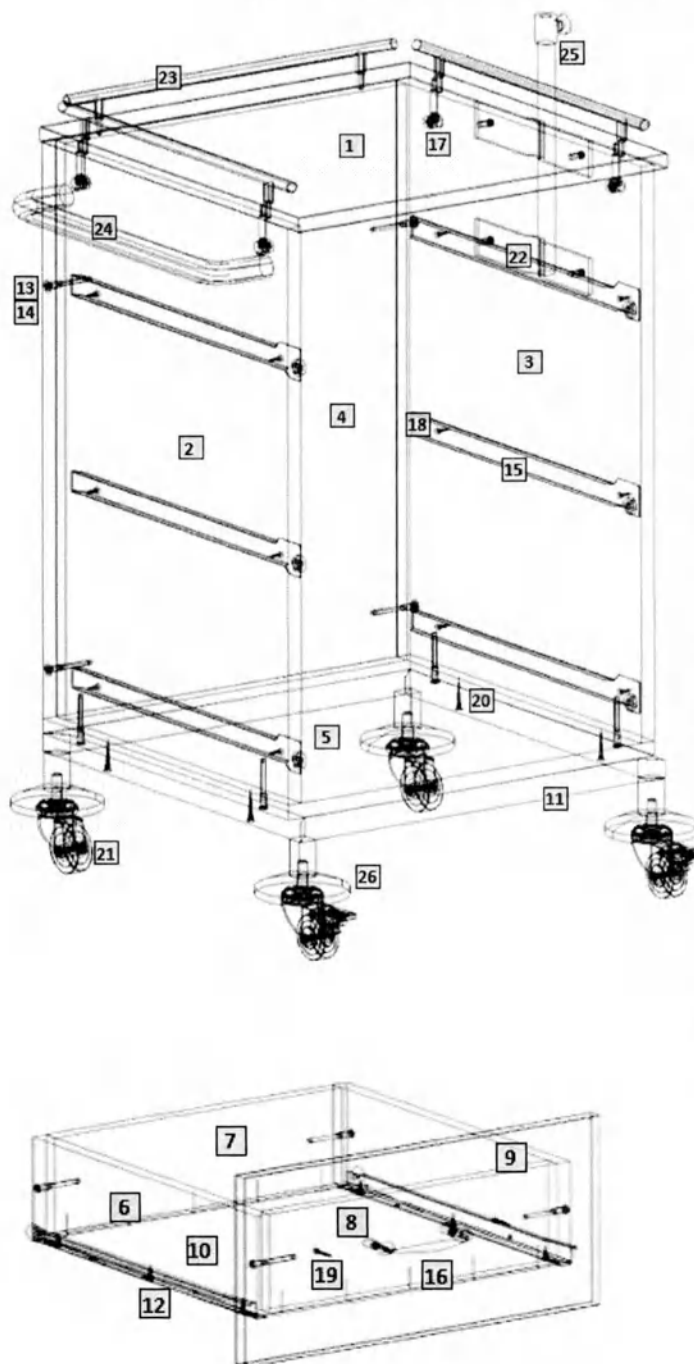

Рис.1
- 1) Внимательно ознакомьтесь со схемой сборки, изображенной на рис.1, сверяясь со спецификацией на изделие. Согласно схеме и спецификации определите расположение деталей в изделии и порядок их сборки. Сборка производится на ровном полу, укрытом материалом, предотвращающим повреждение покрытия пола и деталей мебели. Подготовьте необходимые для сборки инструменты – плоскую и крестовую отвертки, молоток, рулетку или линейку.
- 2) На вертикальных боковых стенках (4,5) установите цилиндрические части эксцентриковых стяжек (17) в предназначенные для них отверстия. На крышке (2) установите штоки эксцентриковых стяжек (17), вертикальную стенку (3) и ограждения (23) (при необходимости).
- 3) Евровинтами (11), как показано на рис.1, соедините вертикальные боковые стенки (4,5) с горизонтальными стенками (6,7). Установите крышку (2). Затяжка соединения производится путём поворота эксцентриков до упора в направлении стрелки, выштампованной на корпусе стяжки. Евровинтами (11) установите бортик (1). На видимые головки евровинтов и эксцентриков установите заглушки (12 и 13).
- 4) При помощи винтов 6,3x13 закрепите на боковых стенках тумбы ручку для перемещения (23) (при необходимости) и держатель штатива (21) (при необходимости). Шурупами 4x35 19 соедините каркас тумбы с металлическим основанием (10).
- 5) На двери (8) шурупами 4x16 (18) закрепите петли (14); установите ручку (16). Дверь закрепите к боковой стенке тумбы шурупами. При необходимости отрегулируйте положение двери винтами петель. Установите полку (9) на полкодержатели (15).
- 6) В металлическом основании (10) установить колеса (20) и бамперы (25) (при необходимости).
- 7) При необходимости установки штатива с держателем, установить штатив (24) в закрепленный на боковой стенке тумбы держатель (21).
- 1) Внимательно ознакомьтесь со схемой сборки, изображённой на рис.1, сверяясь со спецификацией на изделие. Согласно схеме и спецификации определите расположение деталей в изделии и порядок их сборки. Сборка производится на ровном полу, укрытом материалом, предотвращающим повреждение покрытия пола и деталей мебели. Подготовьте необходимые для сборки инструменты – плоскую и крестовую отвёртки, молоток, рулетку или линейку.
- 2) На вертикальных боковых стенках (2 и 3) установите цилиндрические части эксцентриковых стяжек (17) в предназначенные для них отверстия; шурупами 4x16 (18) закрепите J-образные части роликовых направляющих (15). На крышке 1 установите штоки эксцентриковых стяжек (17) и ограждения (23) (при необходимости).
- 3) Евровинтами (13), как показано на рис.1, соедините вертикальные стенки (2 и 3) с горизонтальной стенкой (5). Установите крышку (1). Затяжка соединения производится путём поворота стяжек эксцентриковых (17) до упора в направлении стрелки, выштампованной на корпусе стяжки. На видимые головки евровинтов (13) установите заглушки (14).
- 4) При помощи винтов 6,3x13 закрепите на боковых стенках тумбы ручку для перемещения (24) (при необходимости) и держатель штатива (22) (при необходимости). Шурупами 4x35 (20) соедините каркас тумбы с металлическим основанием (11).
- 5) Сборка ящиков. Евровинтами (13) соедините боковые стенки ящика (6) с передней и задней стенками (7 и 8). Дно ящика (10) закрепите к передним (9) и задним (7) стенкам гвоздями (12). Установите роликами назад J-образные части направляющих (15) и закрепите их шурупами 4x16 (18). Шурупами 3.5x30 (19) закрепите фасад (9) к передней стенке ящика (8). Установите на фасад ящика ручку (16). Установите собранные ящики в корпус тумбы.
- 6) В металлическое основание (11) установить колеса (21) и бамперы (26) (при необходимости).
- 7) При необходимости установки штатива с держателем, установить штатив (25) в закрепленный на боковой стенке тумбы держатель (22).